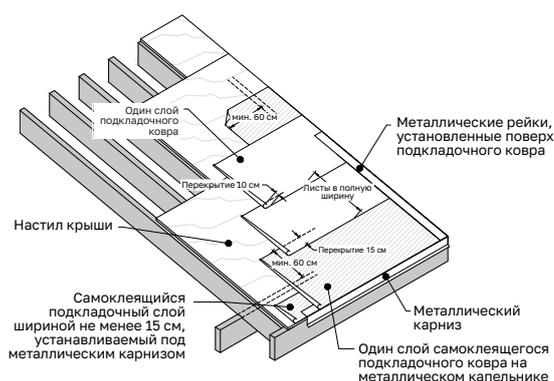

Рис.5. Монтаж RUFLEX Synthetic Plus при уклоне крыши 1:3 и больше в регионах с образованием ледяных заторов
- Продолжайте укладку RUFLEX Synthetic Ultra до точки не менее чем 600 мм за теплой внутренней стороной внешней стены. Далее продолжайте укладку RUFLEX Synthetic Plus. (Рис. 5)